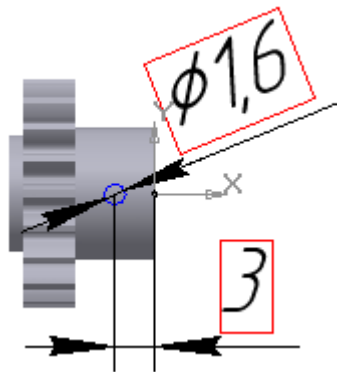

Рисунок 1.28 – Створення ескізу штифтового отвору
18. Змоделюємо штифтовий отвір (знадобиться нам при побудові складання), що направляє отвір під штифт (знадобиться для виконання креслення по моделі) і отвір під гвинт. Для штифтового отвору створіть ескіз у площині XY (рис. 1.28):